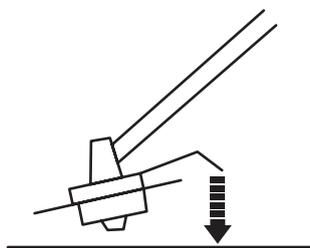

Fig. 10a
1. La tête de coupe comporte un butoir (22c) qui a pour fonction de libérer le fil (22a) et de le couper. Pour rallonger le fil de coupe, tapotez le butoir contre une surface dure (fig. 10a).